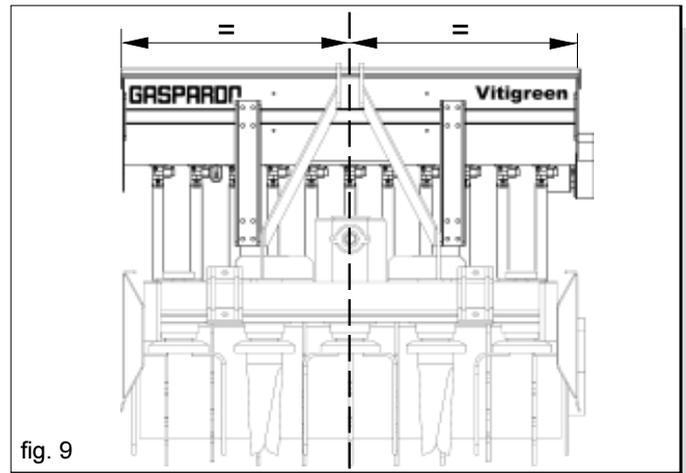

fig. 9
- 2) Mediante i quattro cavallotti fissare la barra di sostegno (1 Fig. 10) della tramoggia (2) ai supporti (1), centrandola sull'asse dell'attrezzatura (Fig. 9).